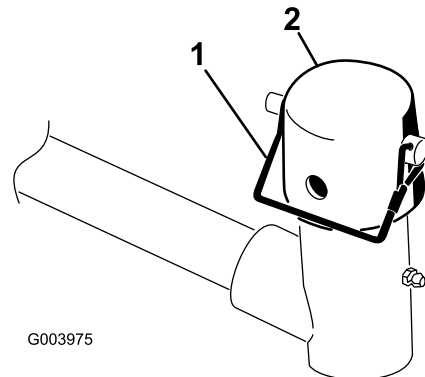

Bild 9
- Nehmen Sie den Einraststift und die Kappe vom Gelenkjoch des Hubarms ab (Bild 9).
Hinweis: Verwenden Sie den Schlitz, wenn Sie das Mähwerk lenken möchten, oder das Loch, wenn Sie das Mähwerk arretieren möchten (Bild 9).